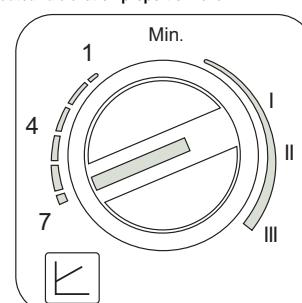

fig. 17
- Réglage de la valeur Dp-v Hauteur d'élévation proportionnelle (fig. 17)